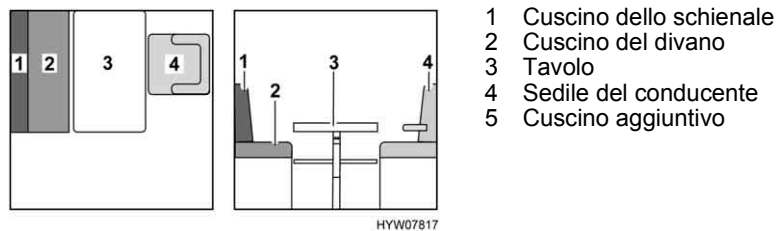

Fig. 50 Prima della trasformazione
- Ruotare il sedile del conducente (Fig. 50,4) e spostarlo completamente in avanti.
- Trasformare il tavolo (Fig. 50,3) in struttura di supporto letto (vedi paragrafo 6.7).